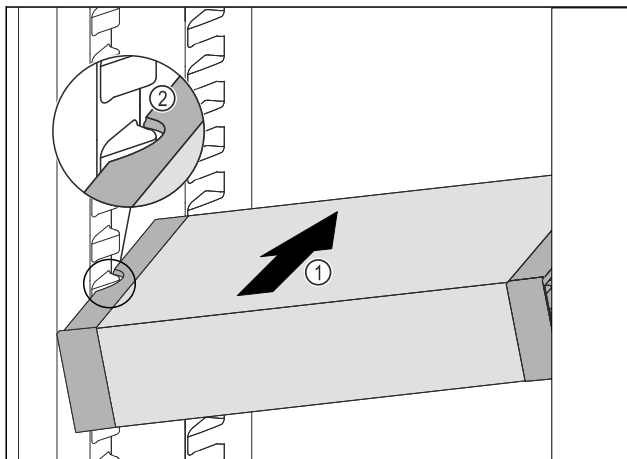

Fig. 239
- Työnnä VarioSafe vinossa asennossa jääkaappiosaan Fig. 239 (1), kunnes VarioSafen sivuilla olevat lovet Fig. 239 (2) ovat jääkaappiosassa olevien kotelokiilojen tasolla.